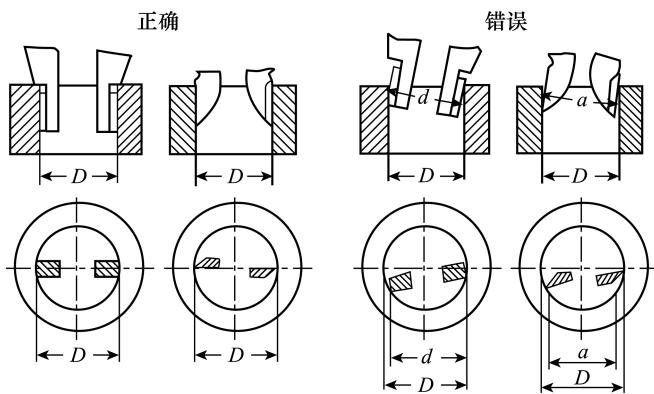

图 1-2-5 测量内孔时的正确位置与错误位置
- (1) 测量前要首先看清游标卡尺的精度(分度值), 根据工件尺寸大小和尺寸精度要求, 选用合适的游标卡尺。
- (2) 测量时应使卡脚轻轻夹住被测物, 不要夹得过紧, 然后用紧固螺钉将游标固定, 最后读数。
- (3) 测量外径尺寸时, 两卡脚应张开到略大于被测尺寸而使工件自由进入, 然后用轻微的压力把活动卡脚推向工件, 保证卡尺测量面的连线垂直于被测表面。
- (4) 测量内径尺寸时, 两卡脚张开到略小于被测尺寸, 使卡脚自由进入孔内, 再慢慢张开并轻轻地接触零件的内表面, 并保证两卡脚在孔的直径上, 卡脚的正确位置与错误位置如图 1-2-5 所示。